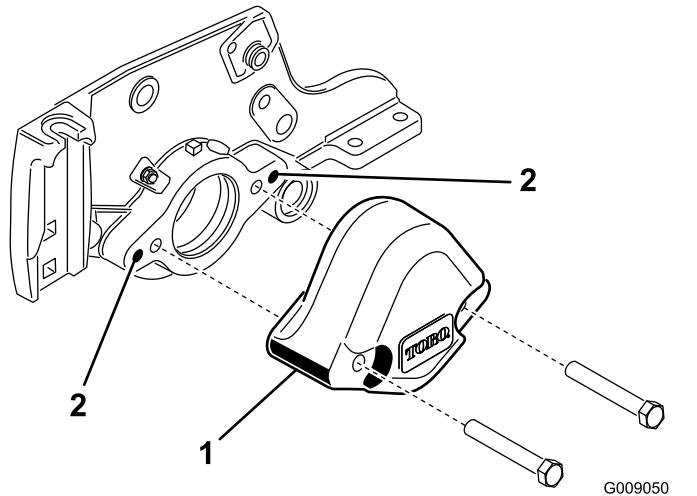

Figure 5
- 4. Avec un taraud de 3/8-16, retirez la peinture des trous de montage extérieurs des plaques latérales (Figure 5).
- Retirez les 2 boulons de fixation du contrepoids à l'extrémité gauche de l'unité de coupe. Déposez le contrepoids (Figure 5).